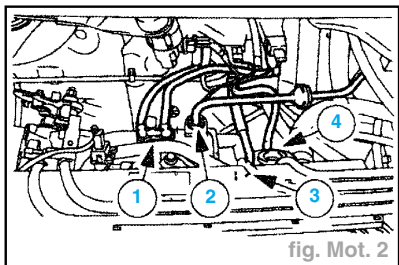

fig. Mot. 2
- Débrancher les conduites de dépression (fig. Mot. 2) :
- raccord double (1),
- vers le servofrein (2),
- de l'électrovanne de commande de régime de ralenti (IAC) (3),
- du clapet de recyclage des gaz d'échappement (clapet EGR) (4).